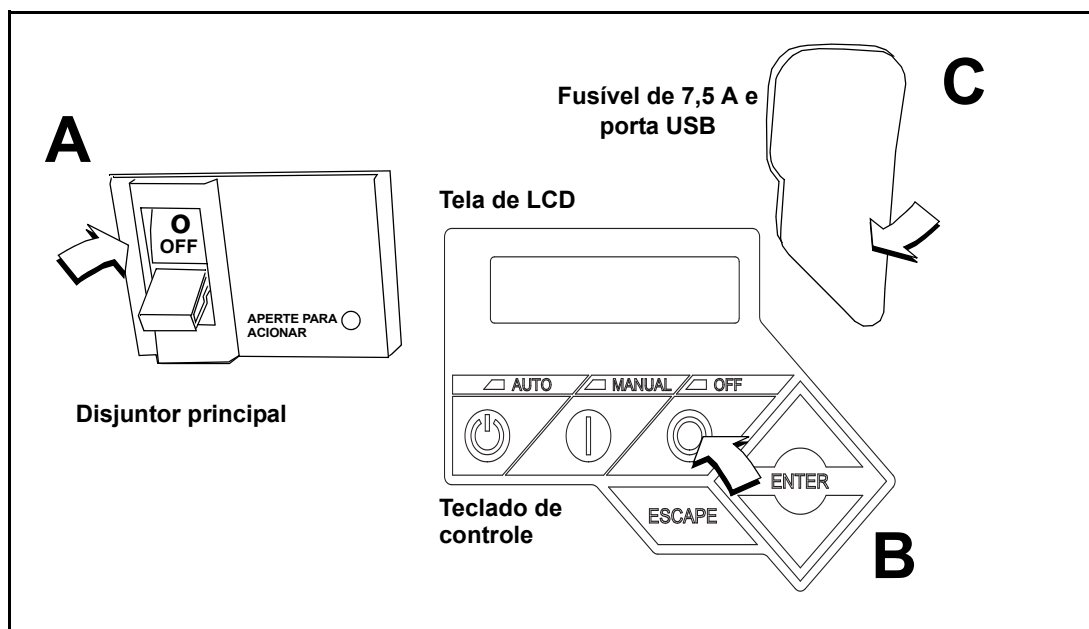

Figura 5-6. Painel de controle do gerador
2. Posicione a chave do disjuntor principal na posição OFF (Aberto). Ver A na Figura 5-6.
3. Pressione OFF no teclado de controle. O LED vermelho acende-se para confirmar que o sistema está em modo OFF. Ver B na Figura 5-6.
5. Puxe a aba de borracha cobrindo o porta-fusível e remova o fusível de 7,5 A. Ver C na Figura 5-6.